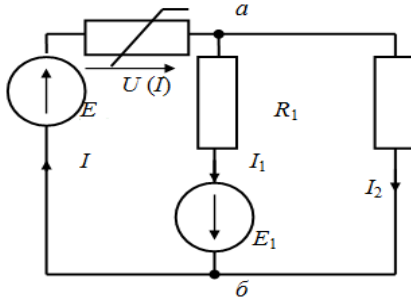

Рис. 29. Преобразованная нелинейная электрическая цепь с эквивалентным источником напряжения
2. Для преобразованной электрической цепи (рис. 29) запишем систему уравнений по законам Кирхгофа